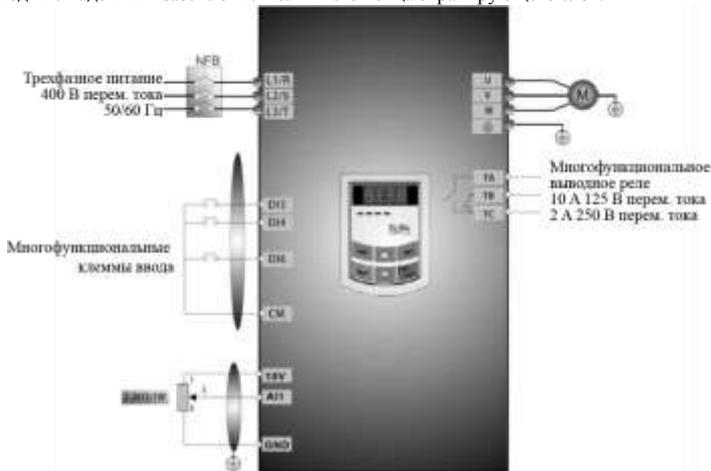

Рис. 5-3 Электропроводка 3
(1) Подключите провода, как показано на Рис. 5-3. После проверки электропроводки, включите питание инвертора. Внимание! Потенциометр 2К~5К может быть адаптирован для настройки внешних аналоговых сигналов. Если требуется более высокая точность, используйте прецизионный многовитковый потенциометр и используйте экранированный провод для электропроводки с надежным заземлением ближнего конца экранирующего слоя.